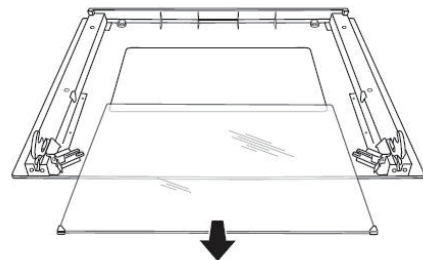

Figura 3
3. A questo punto è possibile rimuovere il vetro intermedio (il terzo vetro), sollevandolo prima nella parte inferiore (facendo attenzione a non perdere i gommini montati nei due angoli inferiori) e poi smuoverlo con cautela in direzione della freccia (Figura 3).